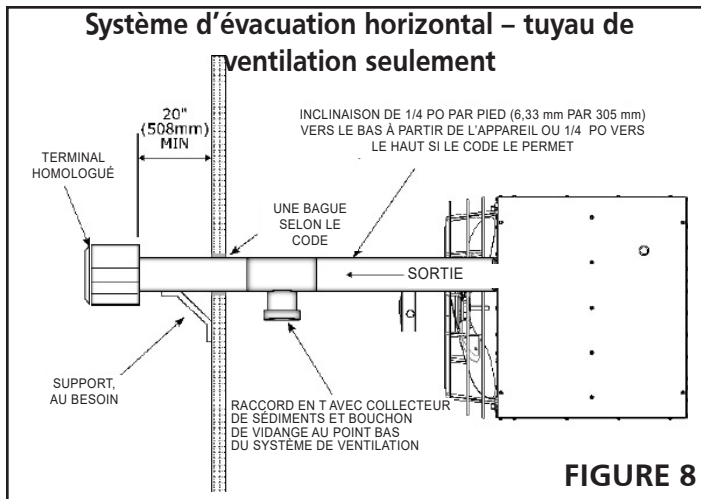

FIGURE 8
- Reportez-vous aux Figures 8 et 9 pour les exigences relatives à la ventilation horizontale.